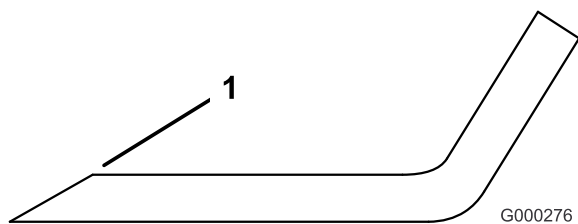

Figure 34
3. Examinez les tranchants de toutes les lames et aiguisiez-les s'ils sont émoussés ou ébréchés. N'aiguissez que le haut du tranchant et conservez l'angle de coupe d'origine pour obtenir une coupe nette (Figure 34). Limez la même quantité de métal sur chacun des deux tranchants pour ne pas déséquilibrer la lame.